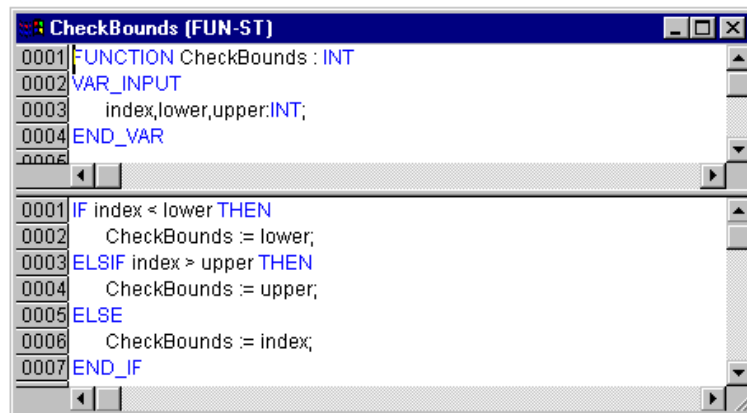

图 3-2-1 CheckBounds 的程序
- 如果在工程中使用 CheckBounds 来定义函数，则可以自动进行数组越界错误检查。该函数名的关键字必须是 CheckBounds，CheckBounds 的程序如图 3-2-1 所示。